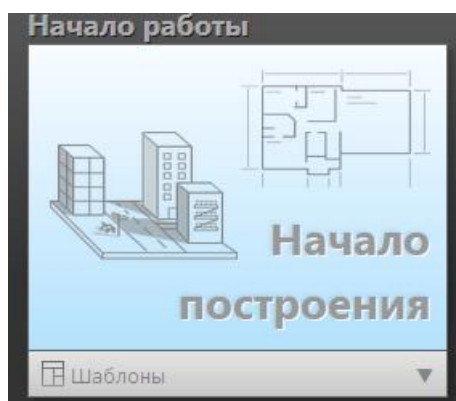

Рисунок 1.2 – Створення нового проекту
2. Щоб розглянути всі опції більш детально, необхідно створити нове робоче поле, для цього натискаємо на «Початок побудови» рис.1.2.